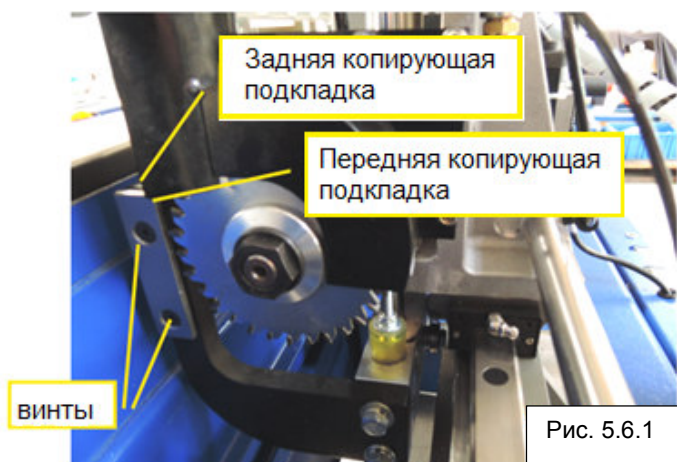

Рис. 5.6.1
2. Затем проведите ленту через тарельчатые пружины подкладки. Давление на подкладки можно увеличить, тогда выступ ленты будет короче. Для этого нужно затянуть 2 винта (Рис. 5.6.1). Более длинный выступ можно получить, если ослабить винты.
3. Необходимо выполнить одинаковую регулировку двух винтов (вверху и внизу: Рис. 5.6.1). Если копирующая подкладка будет располагаться неровно, то это может привести к некачественной облицовке, а также к повреждению заготовки.